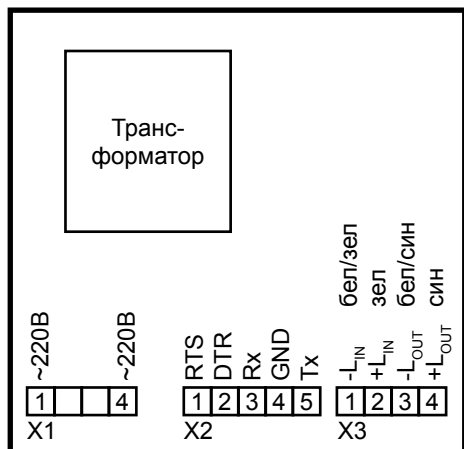

Рисунок 2. Интерфейсный блок ИБ-1.
6.1 Отвернуть крепёжные винты и аккуратно снять переднюю панель корпуса. Все кабели заводятся внутрь корпуса через герметичные кабельные вводы. Концы проводов зачистить и закрепить винтами клеммных колодок рисунок 2.